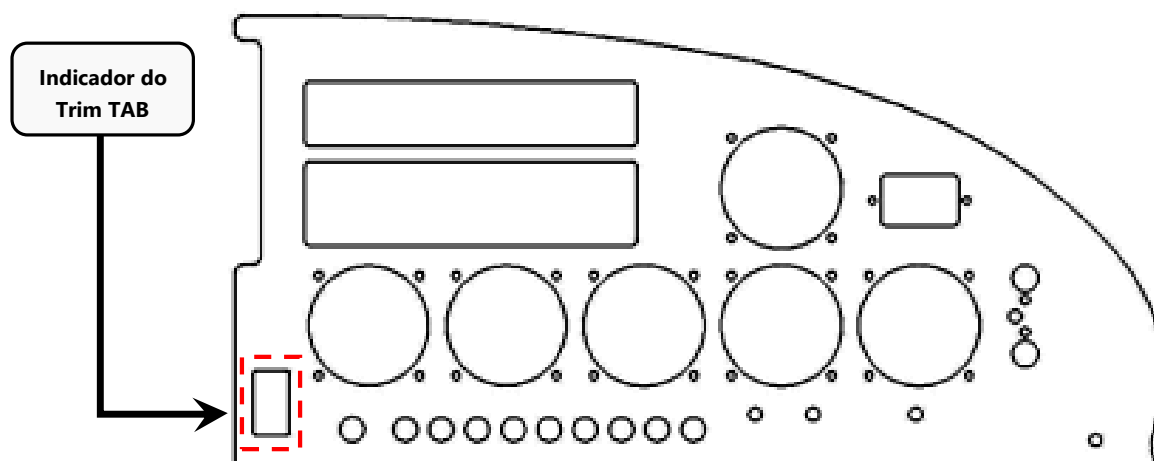

Figura 27.30.12 – Indicador do Trim Tab (ELEVATOR)
13. Verificar o funcionamento correto do tab ao acionar seu comando no painel do Quasar, mostrado na figura 27.30.12.